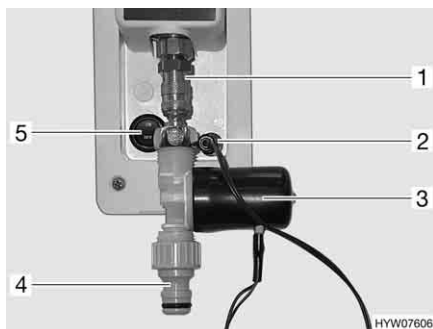

Fig. 157 Allacciamento acqua potabile COLORADO
Inserire l'unità valvola sul gancio della chiusura rapida (Fig. 157,1) sul veicolo.
- Inserire un tubo flessibile per l'acqua con il gancio, sul gancio della chiusura rapida (Fig. 157,4).
- Inserire la spina (Fig. 157,2) per l'alimentazione elettrica della valvola di non ritorno (Fig. 157,3).
- Portare l'interruttore a bilico (Fig. 157,5) in posizione "OFF". La pompa dell'acqua nel veicolo non è in funzione.
- Portare l'interruttore a bilico (Fig. 157,5) in posizione "ON". La pompa dell'acqua nel veicolo è di nuovo in funzione.
- Estrarre la spina (Fig. 157,2) per l'alimentazione elettrica della valvola di non ritorno.
- Spingere verso l'alto l'anello di fissaggio sul gancio della chiusura rapida (Fig. 157,1), rimuovere l'unità valvola e depositarla in un ambiente protetto dal gelo.